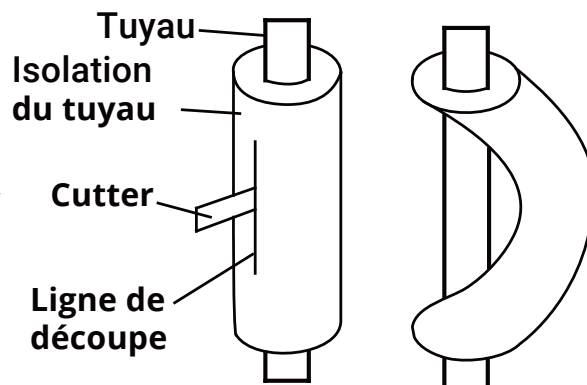

Fig. 2.16
3. Tel qu'illustré à la **fig. 2.16**, utiliser un couteau tranchant pour inciser l'isolation du tuyau et cintrer le tuyau après qu'il ait été exposé. Après le cintrage, replacer l'isolant sur le tuyau et le fixer avec du ruban adhésif.